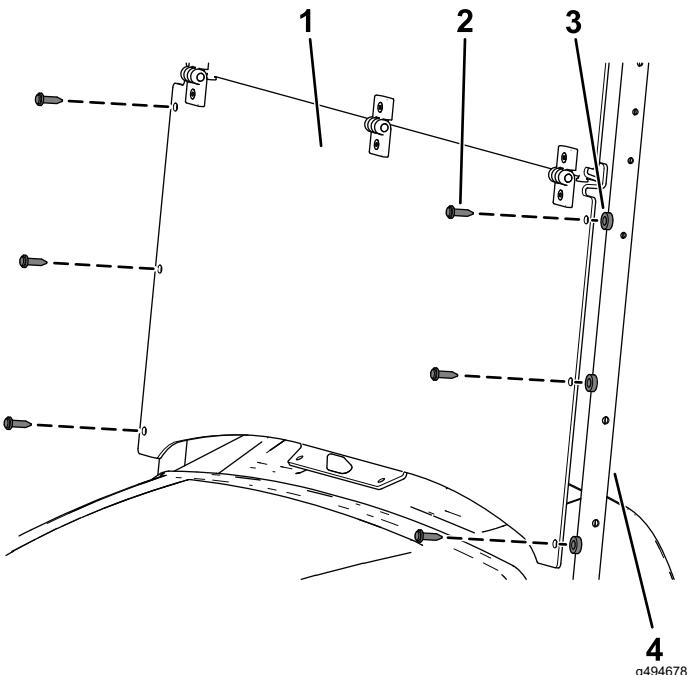

Рисунок 3
2. Совместите отверстия в нижней части ветрового стекла с отверстиями в опорных трубах навеса (Рисунок 3).
3. Прикрепите боковые части ветрового стекла к опорным трубам навеса при помощи 6 пластмассовых проставок и 6 длинных пластмассовых заклепок (Рисунок 3).